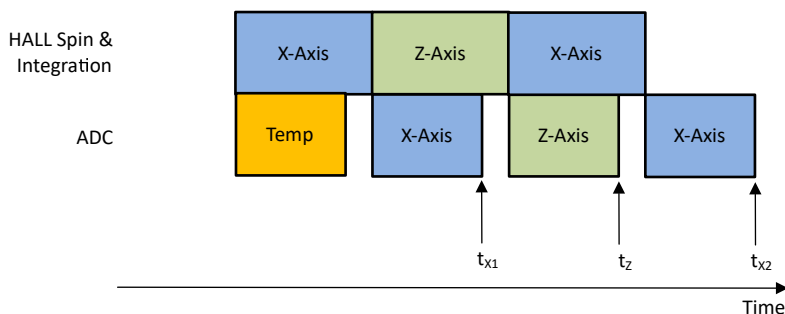

图 7-3. XZX 磁场转换
在绝对角度测量中，需要来自多个轴的应用传感器数据，才能计算出精确的角度。在不同时间通过同一信号链收集的磁场数据会在角度计算中引入误差。TMAG5273 提供伪同步采样数据收集模式来消除此误差。图 7-3 显示了一个示例，其中 `MAG_CH_EN` 设置为 1011b 来收集 XZX 数据。方程式 18 展示了 X 和 Z 传感器数据的时间戳相同。
- t_{x1} 、 t_z 和 t_{x2} 是 X、Z、X 传感器数据完成的时间戳，如图 7-3 中定义。